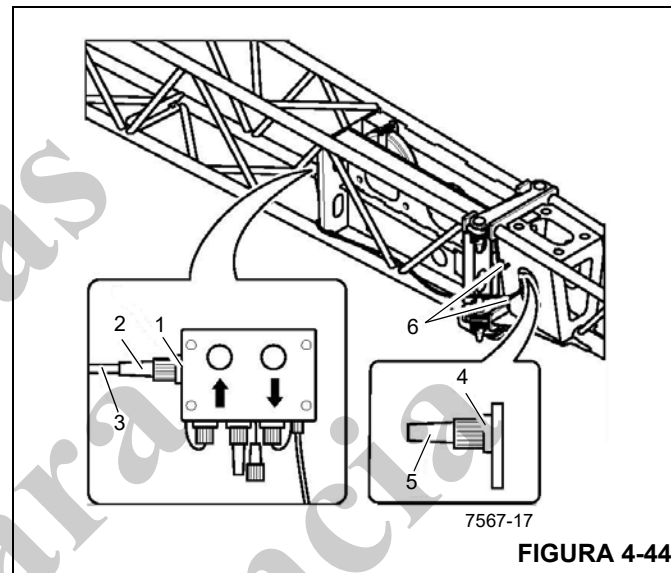

FIGURA 4-44
1. Remova o plugue de interconexão (5) (Figura 4-44) do terminal (1).
2. Desenrole o cabo (3) do local de armazenamento (6).
3. Remova o plugue (2) do terminal de armazenamento (4) e desenrole o cabo do local de armazenamento (6). Conecte o plugue (2) ao terminal (1).